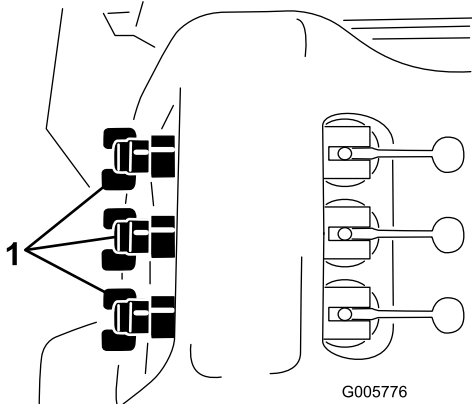

Bild 28
12. Stellen Sie das Sicherheitsventil des Spritzgestänges (Bild 28) unter dem Spritzgestängesteuerventil des